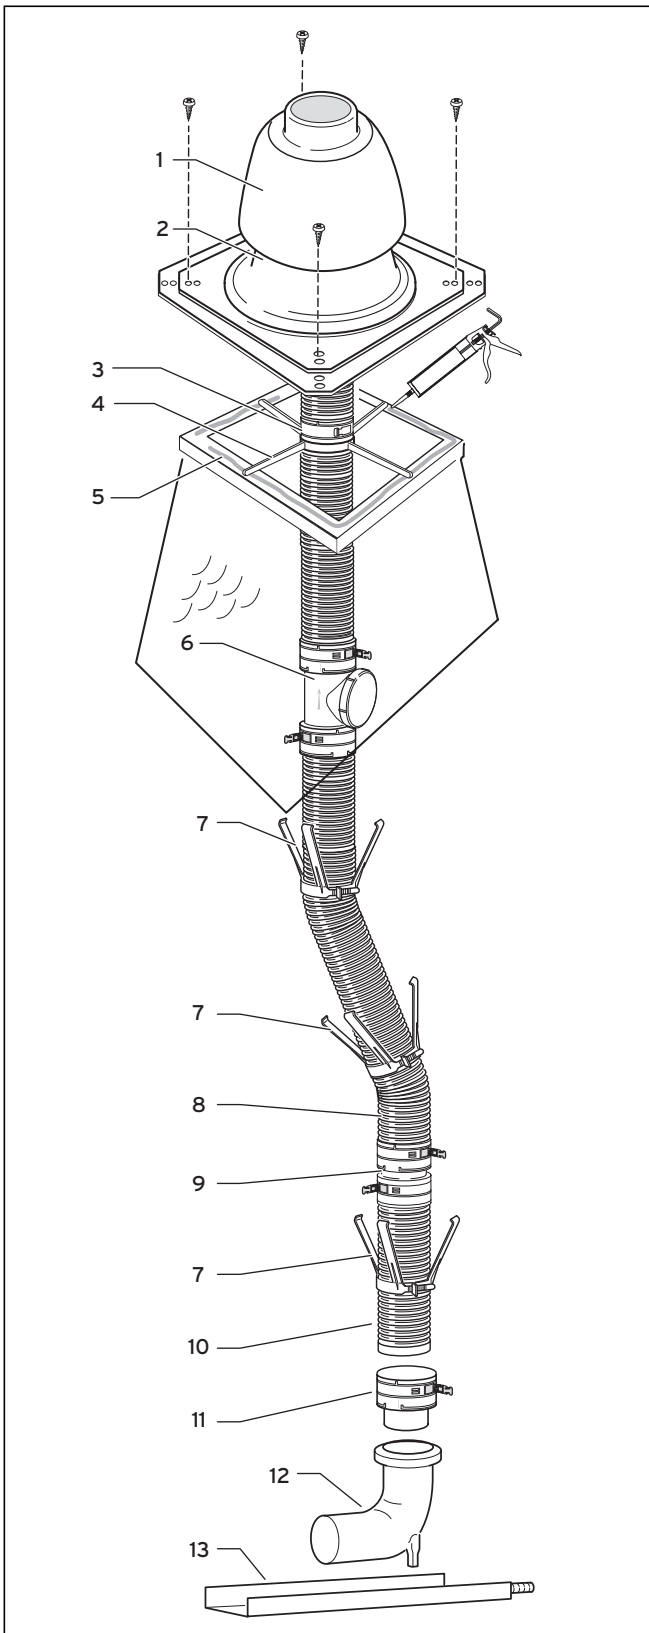

Abb. 5.32 Systemaufbau flexible Abgasleitung
- Schieben Sie das untere Ende der Abgasleitung (10) bis zum Anschlag in das Einsteckelement (11) und befestigen Sie es mit den Klick-Verschlüssen.
- Montieren Sie die Abstandshalter (7, siehe Abb. 5.32) im Abstand von maximal 2 m an der Abgasleitung.
- Schieben Sie das Montagekreuz (4) über die Abgasleitung (8) auf die Schachtwange, siehe Abb. 5.32.
5.9.3 Schachtabdeckung aus Kunststoff (PP) montieren
- Schieben Sie den Anschlussring (3) über die Abgasleitung (8) und fixieren Sie ihn mit den Klick-Verschlüssen über dem Montagekreuz (4). Die Abgasleitung hängt im Montagekreuz.
- Dichten Sie den Mündungsrand (5) mit Silikon ab.
- Befestigen Sie den Fuß des Schachtaufsatzes (2, Abb. 5.32) mit vier Schrauben auf dem Mündungsrand.